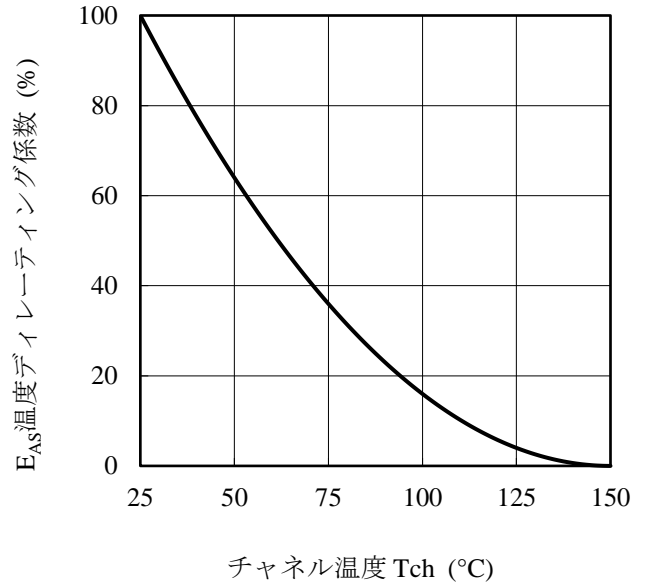

図 3-2 アバランシェエネルギー耐量デイレーティング曲線
(1) 3.3 MOSFET ASO 曲線参照
(2) 図 3-2 アバランシェエネルギー耐量ディレーティング曲線参照
(3) Single pulse, $V_{DD} = 99\text{ V}$, $L = 20\text{ mH}$